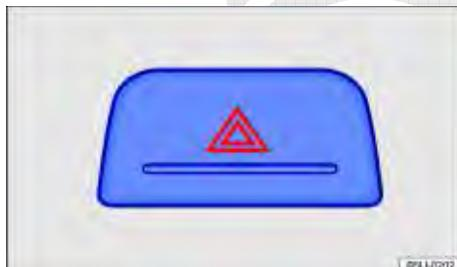

Fig. 147 Na parte superior do console central: interruptor das luzes de advertência.
2. Ligar as luzes de advertência com o interruptor  ⇒ Fig. 147.
As luzes de advertência também podem ser desligadas ao pressionar o interruptor ⚡ no painel de instrumentos → Fig. 147.